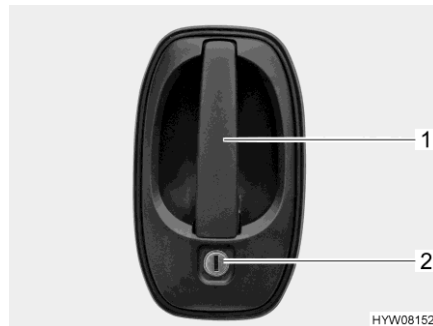

Fig. 33 Cerradura de la puerta
- Introducir la llave en el cilindro de cierre (Fig. 33,2) y girarla hasta que esté desbloqueada la cerradura de la puerta.
- Tirar del tirador de la puerta (Fig. 33,1). La puerta está abierta.
- Introducir la llave en el cilindro de cierre (Fig. 33,2) y girarla hasta que esté bloqueada la cerradura de la puerta.